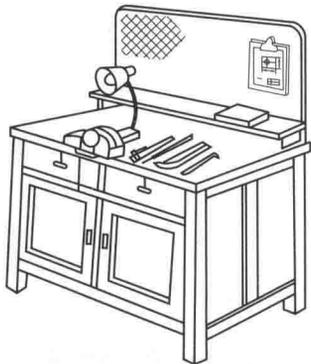
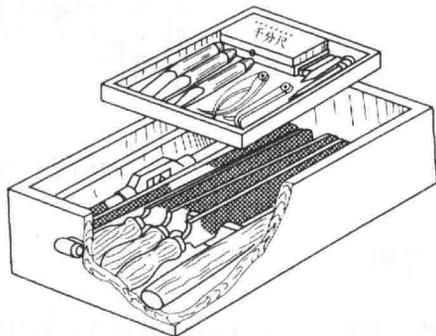

图 1.1.1 量具在钳台上的摆放
图 1.1.2 量具在工具箱中的放置
- (1) 着装整洁, 符合规定, 保持工作环境清洁有序。
- (2) 实习场地的设备布局要合理。钳台要放在便于工作和光线适宜的地方; 钻床和砂轮机一般安放在场地的边缘, 工作方向不准对准操作人员, 以保证安全。
- (3) 操作前, 应先熟悉图样、工艺文件及有关技术要求, 严格按照规定加工。
- (4) 使用的机床、工具要经常检查, 发现损坏应及时上报, 在未修复前不得使用。
- (5) 使用电动工具时, 要有绝缘防护和安全接地措施。使用砂轮机时, 要戴好防护镜。
- (6) 毛坯或加工零件应放在规定位置, 排列整齐稳固, 便于取放, 并避免已加工表面被碰伤。
- (7) 量具的安放, 应按下列要求布置:
- ① 在钳台上工作时, 为了取用方便, 左手取用的量具放在左边, 右手取用的量具放在右边, 各自排列整齐, 且不能伸出钳台边缘以外, 如图 1.1.1 所示;
- ② 量具不能与工具或工件混放在一起, 应放置在量具盒或专用架上;
- ③ 常用的量具要放在工作位置附近;
- ④ 量具要整齐放入工具箱内 (见图 1.1.2), 不得任意堆放, 以防损坏和取用不便。
- (8) 工作完毕, 所有设备、工具应清理和维护保养, 场地清扫干净。